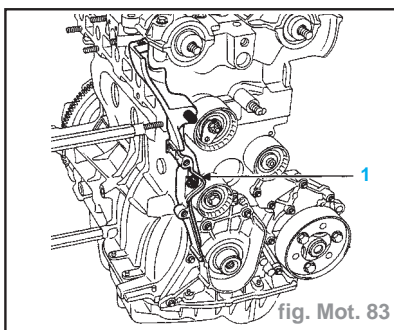

fig. Mot. 83
- le carter de distribution en aluminium (1) (fig. Mot. 83),